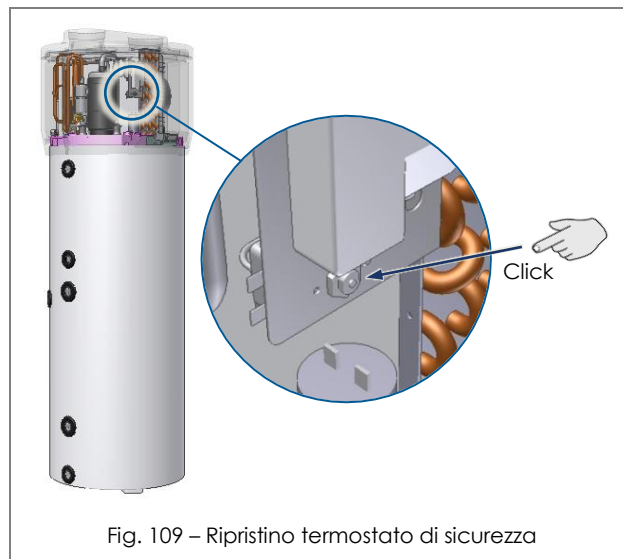

Fig. 109 – Ripristino termostato di sicurezza
- Ripristinare manualmente dall'alto il termostato di sicurezza intervenuto (Fig. 109). In caso di intervento il perno centrale del termostato fuoriesce per circa 4 mm;